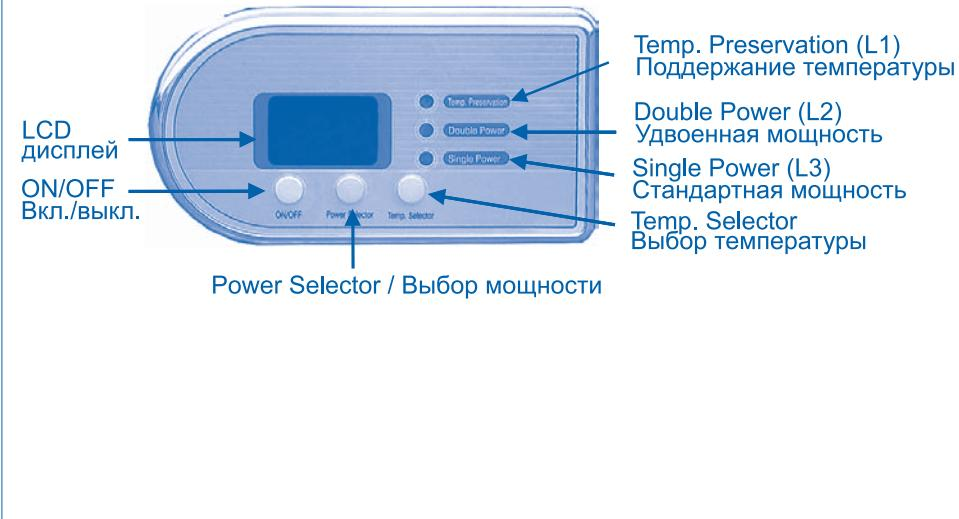

Рис. 4. Электронная панель управления.
4.2. На съемном фланце смонтированы трубчатый электронагреватель (ТЭН) и датчики терmostата и термовыключателя. ТЭН служит для нагрева воды и управляется терmostатом, который имеет плавную регулировку температуры до +75°C. Термостат автоматически поддерживает температуру воды на уровне, установленном пользователем. Ручка регулировки температуры расположена на механической панели управления. Модели с электронным управлением имеют сенсорный регулятор (Рис. 4).
Индикатором режима работы ЭВН служит подсветка клавиш выбора мощности (в моделях 30л – 150л): светится при нагревании воды, и гаснут при достижении установленной на термостате температуры нагрева воды. В моделях с электронным управлением индикация осуществляется контрольной лампой L1 (Рис. 4) – она загорается при достижении установленной температуры.
В моделях, оборудованных электронной панелью управления с цифровым дисплеем, включение/выключение водонагревателя осуществляется левой кнопкой на панели управления «ON/OFF» (Рис. 4), при этом на дисплее показывается заданная температура нагрева. Через 2,5 секунды после этого на дисплей выводится текущая температура воды в ЭВН. Выбор мощности нагрева осуществляется средней кнопкой «Power selector» на панели управления. Режим **2 кВт** сопровождается индикацией контрольной лампы **L2**, а **1,3 кВт** – индикацией контрольной лампы **L3** (Рис. 4).
- модели с электронным управлением оборудованы дисплеем. Управление осуществляется при помощи трех сенсорных клавиш, режимы контролируются по информации на дисплее и индикации трех контрольных ламп. Для выбора температуры нагрева необходимо несколько раз нажать правую кнопку «Temp. Selector» (Рис. 4) на панели управления. Дискретность изменения температуры - 5° С. При первом включении ЭВН (либо после перебоя с подачей электроэнергии) по умолчанию устанавливается температура 75°С.